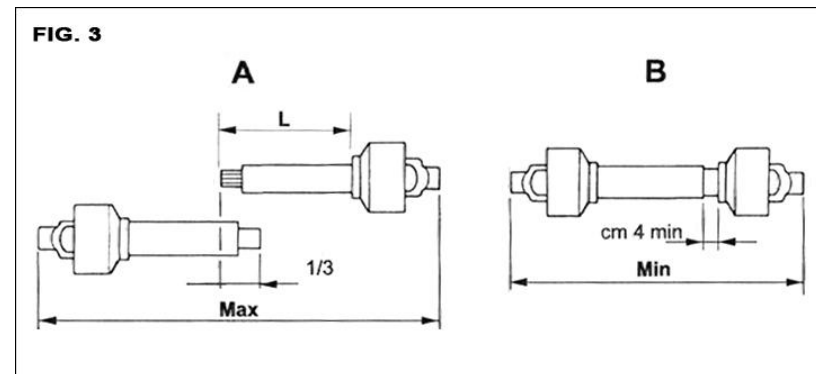

FIG. 3
- Quando è sfilato al massimo, in ogni condizione di lavoro i tubi telescopici devono sovrapporsi per almeno 1/3 della loro lunghezza (A Fig. 3).
- Quando è inserito al massimo il gioco minimo deve essere di 4 cm (B Fig. 3).